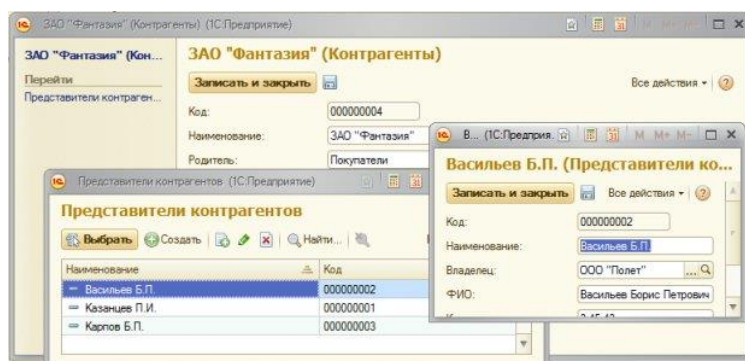

Рисунок 7.1- Попытка заполнения реквизита Основное контактное лицо
1. Расширим справочник **Контрагенты**, добавим в состав его реквизитов еще один – назовем его **Основное Контактное Лицо**, тип – **Справочник Ссылка. Представители Контрагентов**. Смысл этого поля заключается в хранении ссылки на представителя контрагента, который является "основным" для данного контрагента. Если нужно связаться с контрагентом, можно открыть его карточку и тут же увидеть, какой представитель является основным. Создадим форму элемента справочника **Контрагенты** и посмотрим на нее, попытавшись установить новое поле – **Основное контактное лицо**, Рисунок 7.1.